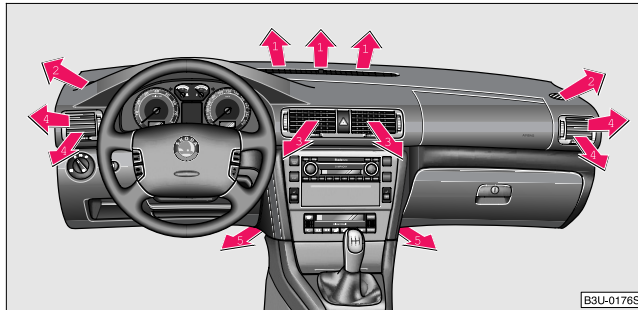
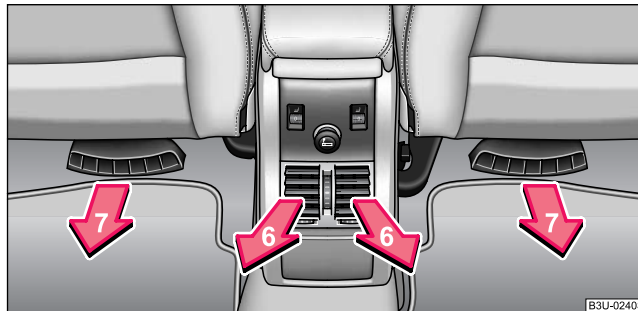

Fig. 100 Duzele de ventilație din față
Fig. 101 Duzele de ventilație din spate
- Duzele de ventilație 4 ⇒ pagina 107, Fig. 100, deschise și îndreptate spre geamurile laterale.
- Duzele de ventilație **3** și **4** ⇒ pagina 107, Fig. 100, deschise
Accesul aerului pentru duzele de ventilație separate este reglat cu ajutorul întrerupătorului © ⇒ pagina 104, Fig. 99. Duzele de ventilație 3 și 4 ⇒ Fig. 100 și 6 ⇒ Fig. 101 pot fi închise și deschise în mod separat: